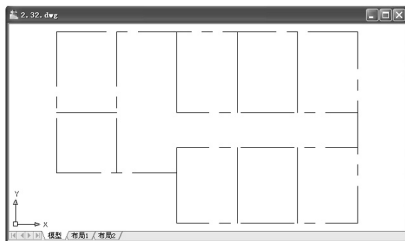

图 2.32 修剪后的图形
- (4) 重复执行【修剪】命令，将图形修剪成如图 2.32 所示的状态。